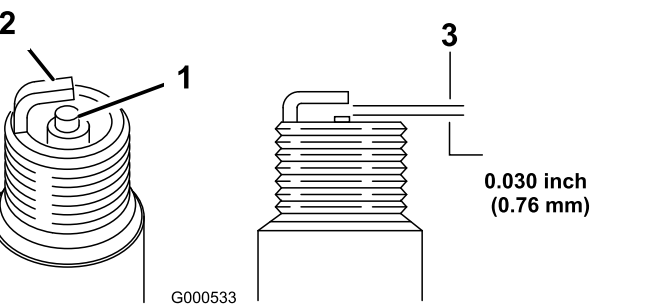

Bild 33
5. Stellen Sie den Elektrodenabstand auf 0,76 mm ein, siehe Bild 33.